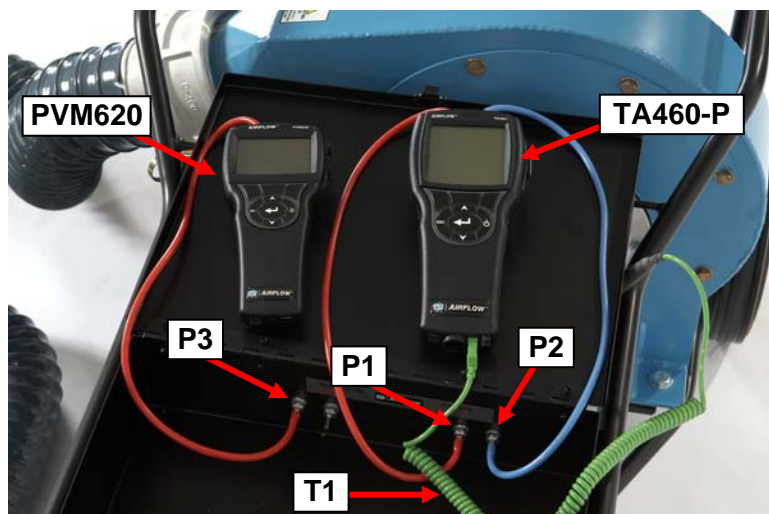

Figure 4
Fixer les adaptateurs du tube de l'instrument aux deux instruments (modèles TA460-P et PVM620) et les connecter à la cloison placée sur le panneau arrière à l'intérieur de la boîte supérieure (voir Figure 4).
1. Connecter le PVM620 (+) à la pression de la conduite (Figure 4) **P3(+)**.
2. Connecter le TA460-P (+) et (-) à la grille de circulation (Figure 4).